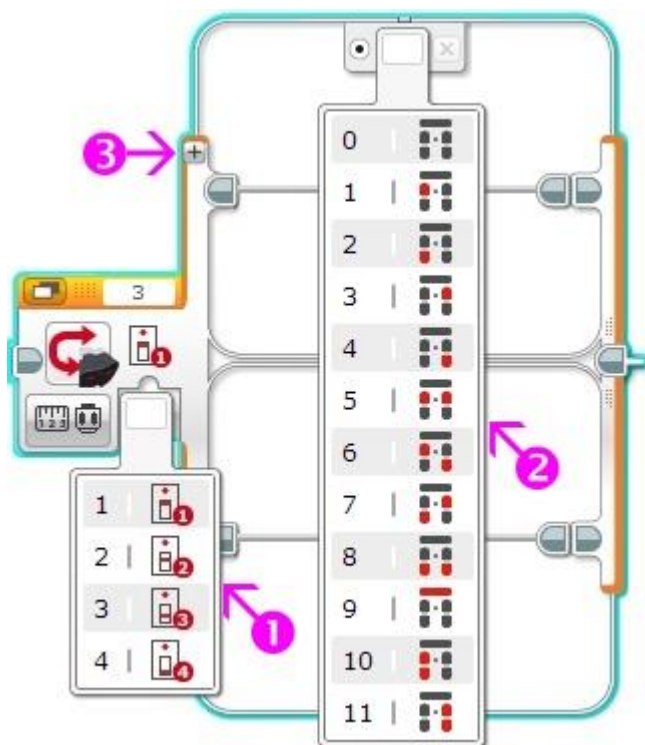

Рис.7
Для активации связи между инфракрасным датчиком и маяком необходимо установить правильное значение параметра "Канал" (Рис. 7 поз. 1) в соответствии с выбранным каналом на маяке! Каждому программному контейнеру блока "Переключатель" необходимо сопоставить один из возможных вариантов нажатия серых клавиш (Рис. 7 поз. 2). Заметьте: некоторые варианты включают одновременное нажатие двух клавиш (нажатые клавиши помечены красным цветом). Всего в программном блоке "Переключатель" в этом режиме можно обрабатывать до 12 различающихся условий (одно из условий должно быть выбрано условием по умолчанию). Добавляются программные контейнеры в блок "Переключатель" нажатием на "+"
- Нажатие верхней левой кнопки включает вращение левого мотора, робот поворачивает вправо (**Рис. 7 поз. 2 значение: 1**)
- Нажатие верхней правой кнопки включает вращение правого мотора, робот поворачивает влево (**Рис. 7 поз. 2 значение: 3**)
- Одновременное нажатие верхних левой и правой кнопок включает одновременное вращение вперед левого и правого мотора, робот движется вперед прямолинейно (**Рис. 7 поз. 2 значение: 5**)
- Одновременное нажатие нижних левой и правой кнопок включает одновременное вращение назад левого и правого мотора, робот движется назад прямолинейно (**Рис. 7 поз. 2 значение: 8**)
- Если не нажата ни одна кнопка маяка - робот останавливается (**Рис. 7 поз. 2 значение: 0**).
При разработке алгоритма дистанционного управления вы должны знать следующее: когда нажата одна из комбинаций серых кнопок - инфракрасный маяк непрерывно посылает соответствующий сигнал, если кнопки отпущены, то отправка сигнала прекращается. Исключение составляет отдельная горизонтальная серая кнопка (**Рис. 7 поз 2 значение: 9**). Эта кнопка имеет два состояния: "ВКЛ" - "ВЫКЛ". Во включенном состоянии маяк продолжает посылать сигнал, даже если вы отпустите кнопку (о чём сигнализирует загорающийся зеленый светодиод), чтобы выключить отставку сигнала в этом режиме - нажмите горизонтальную серую кнопку еще раз.
11. Вариантом по умолчанию назначим вариант, когда не нажата ни одна кнопка (**Рис. 7 поз. 2 значение: 0**). Установим в контейнер программный блок **"Независимое управление моторами"**, выключающий моторы **"В"** и **"С"**.
12. В контейнер варианта нажатия верхней левой кнопки (**Рис. 7 поз. 2 значение: 1**) установим программный блок **"Большой мотор"**, включающий мотор **"В"**.
13. В контейнер варианта нажатия верхней правой кнопки (**Рис. 7 поз. 2 значение: 3**) установим программный блок **"Большой мотор"**, включающий мотор **"С"**.
14. В контейнер варианта одновременного нажатия верхних левой и правой кнопок (**Рис. 7 поз. 2 значение: 5**) установим программный блок **"Независимое управление моторами"**, включающий вращение моторов **"В"** и **"С"** вперед.
15. В контейнер варианта одновременного нажатия нижних левой и правой кнопок (**Рис. 7 поз. 2 значение: 8**) установим программный блок **"Независимое управление моторами"**, включающий вращение моторов **"В"** и **"С"** назад.